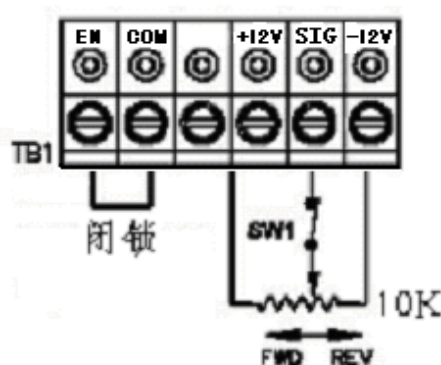

图12
4.1 仅对双向操作 – 当使用可逆触点时，连接端子“COM,” “+12,” “SIG,” 和“-12”，若与电位器配合使用，连接“+12,” “SIG,” 和 “-12.”参见图12。